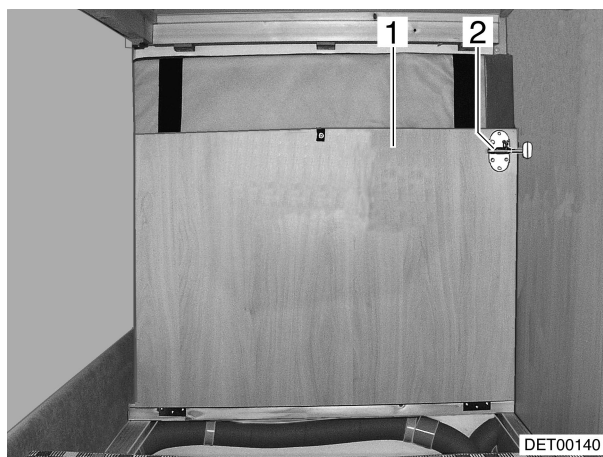

Bild 63 Hinteres Bett-Teil
- Riegel (Bild 63,2) lösen und Bett-Teil (Bild 63,1) nach unten klappen.